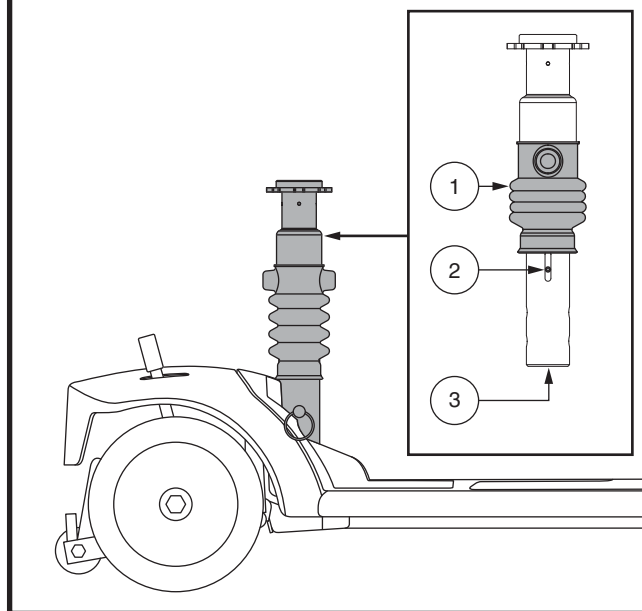

Figure 25 Réglage de la suspension du siège
Le mât du siège agit comme un absorbeur et peut être ajusté à différents degrés pour le confort de la conduite. Utilisez les vis de réglage qui sont visibles à travers la fenêtre de réglage sur le côté du mât comme guide lors du réglage. Faites glisser le manchon en caoutchouc vers le haut pour exposer les vis de réglage. **Voir la figure 25.**
3. Insérez une douille de 13 mm avec une extension au bas du mât. **Voir la figure 25.**